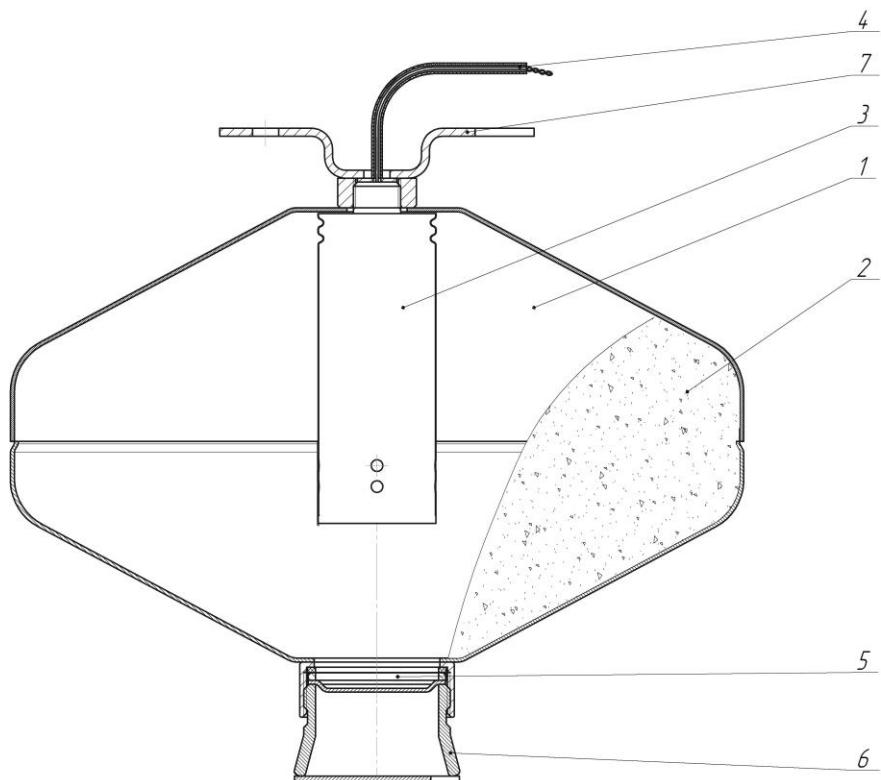

Рис. 3
3.1.1 МПП (рис. 3) состоит из корпуса **1**, в котором размещаются огнетушащий порошок (ОП) **2** и газогенерирующее устройство(ГГУ) **3** с электроактиватором **4**. В нижней части корпуса, выходное отверстие которого перекрыто мембранный **5**, находится насадок-распылитель **6**. Соединительные провода электроактиватора ГГУ **3** выведены через герметичный узел в корпусе МПП. В верхней части модуль снабжен кронштейном **7** для крепления к потолочному перекрытию.